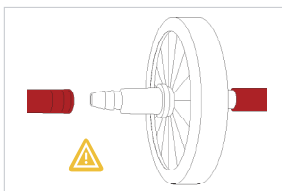

Abbildung 4
4. Entfernen Sie den antibakteriellen Filter von beiden Seiten des roten Schlauchs. Nicht abwaschen. **(Abb. 4)**